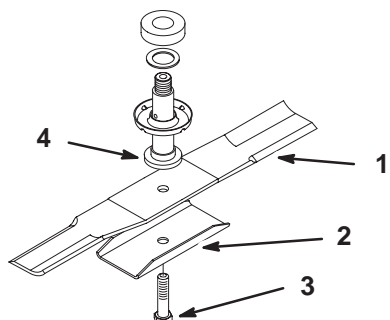

Figure 27
3. Installez le boulon, le renfort de lame et la lame (Fig. 27). Pour enlever le boulon, bloquez éventuellement la lame en introduisant une cale en bois entre la lame et le carter de tondeuse.